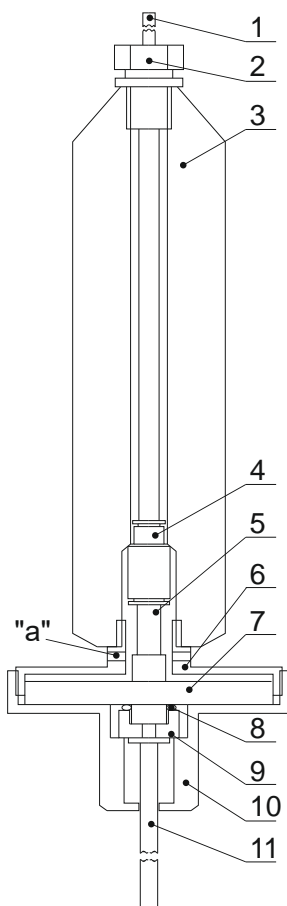

Рис. 4. Схема пробоотборника
3.4.1. Для замены фильтра противопылевого (см. рис. 4):